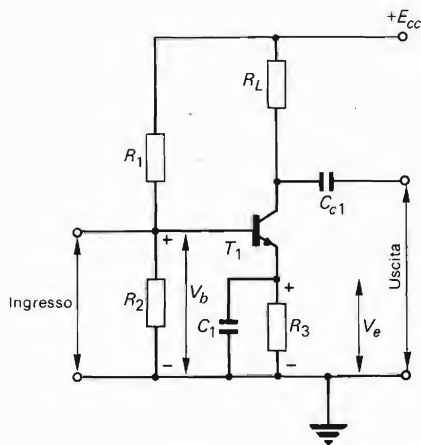

Fig. 6.8 - Polarizzazione con partitore di tensione per un transistor connesso ad emettitore comune.
(3) Una più perfetta stabilizzazione del punto di lavoro viene fornita dalla configurazione di Fig. 6.8. Alla base del transistor è applicato un potenziale positivo  $V_b$  ricavato dal partitore di tensione ( $R_1 + R_2$ ) connesso ai capi della sorgente di alimentazione del circuito di collettore; l'emettitore è mantenuto ad un potenziale positivo  $V_e$  per la caduta di tensione ai capi del resistore di emettitore  $R_3$ . La tensione di polarizzazione della giunzione emettitore-base è data dalla differenza fra le tensioni  $V_b$  e  $V_e$ ; il valore dei diversi componenti è scelto in modo tale che la giunzione sia polarizzata direttamente con una tensione pari a qualche decimo di volt. Una certa corrente di polarizzazione scorre quindi nella giunzione emettitore/base. Il resistore di emettitore  $R_3$  è disaccoppiato da un condensatore onde evitare che ai suoi capi appaia una frazione del segnale alternato presente sul collettore e che tale tensione alternata possa modificare la tensione di polarizzazione della giunzione emettitore/base.
La configurazione di Fig. 6.8 viene indicata "POLARIZZAZIONE CON PARTITORE DI TENSIONE" ed è di gran lunga il più comune circuito di polarizzazione e stabilizzazione, per il buon fattore di stabilizzazione che è possibile ottenere con un ampio intervallo di valori possibili per i diversi componenti. Il resistore  $R_1$  ha sempre un valore superiore rispetto ad  $R_2$ ; valori tipici sono:  $R_1 = 100 k\Omega$  e  $R_2 = 10 k\Omega$  o  $R_1 = 47 k\Omega$  e  $R_2 = 8,2 k\Omega$ . Il valore di  $R_3$  si aggira in genere attorno ad  $1 k\Omega$ .